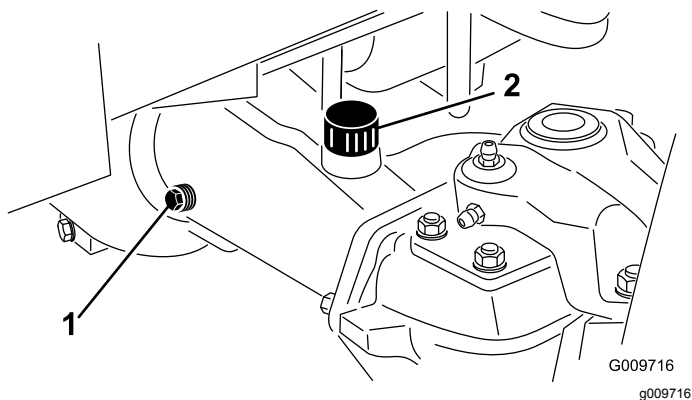

Рисунок 85
2. Снимите контрольную пробку с одного конца моста и убедитесь, что масло доходит до низа отверстия (Рисунок 85).